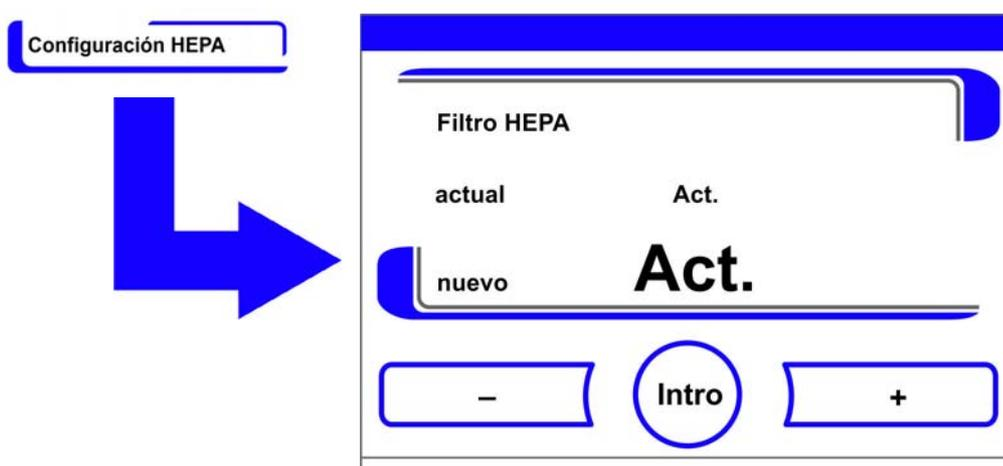

Figura 6-44. Activar/desactivar el filtro HEPA
- Se muestra el cuadro de edición de Figura 6-44.